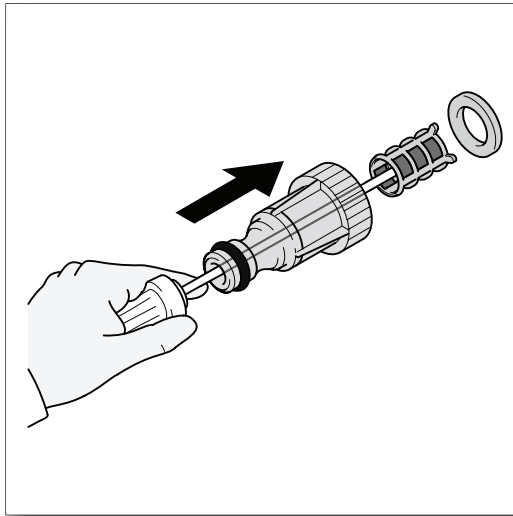

Fig. 21
- La malla del adaptador debe limpiarse periódicamente. Inserte un bolígrafo o un lápiz dentro del agujero en el extremo del adaptador. La malla se deslizará y se saldrá. (Fig. 21). Enjuéguelo con agua limpia y luego instálela nuevamente.